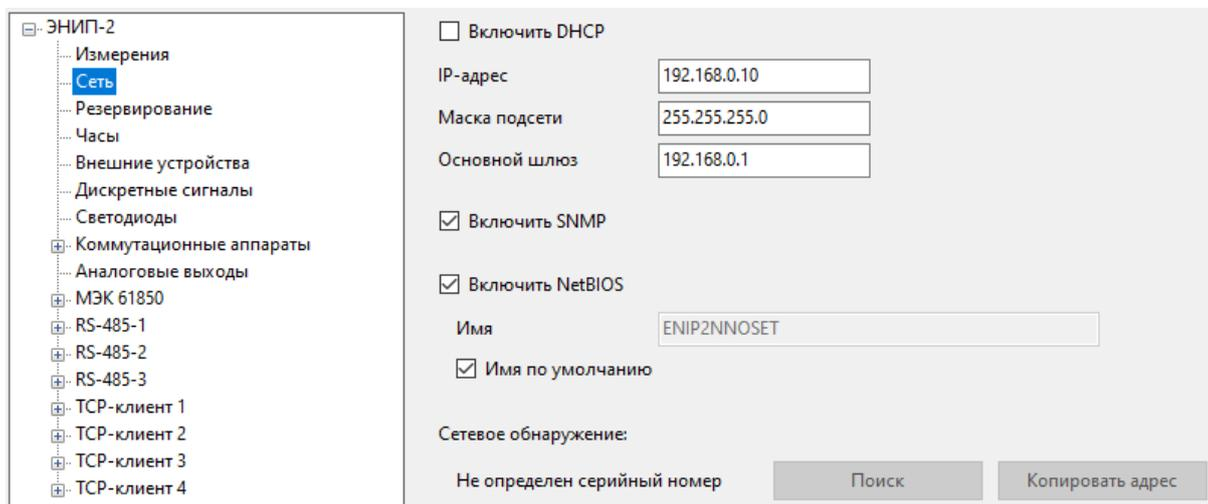

Рисунок 5.4. Вкладка настроек «Сеть» прибора ЭНИП-2 в ПО «ES Конфигуратор»
5.3.1 На вкладке «Сеть» представлены настройки прибора для подключения к локальной сети через интерфейсы Ethernet (рис. 5.4):